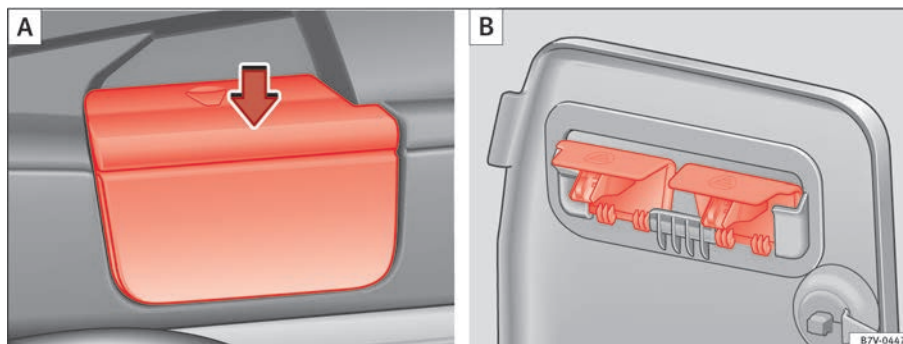

Fig. 92 Retire os suportes da chapeleira (A) e guarde-a de forma segura (B).
- Retire a chapeleira do suporte dos revestimentos laterais ⇒ Fig. 92 **(A)**. Para isso, pressione a chapeleira para cima (seta) e extraia-a.